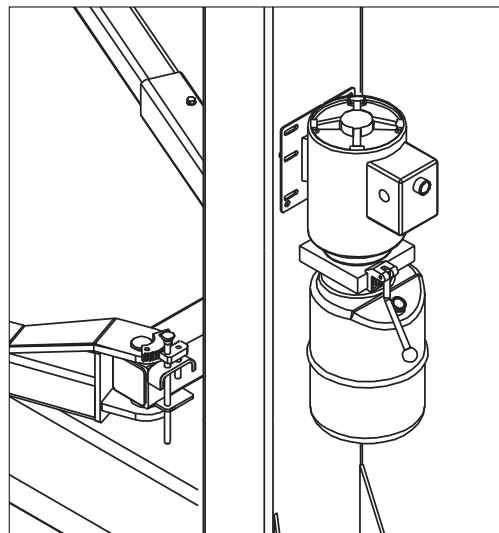

Fig. 32
- ◆ Montera pumpen på fästplåten enligt Fig. 32 och fäst vid huvudpelarens nederdel.